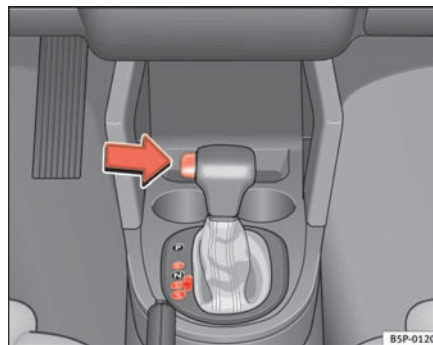

Abb. 138 Fahren
- Drücken Sie den Taster am Wählhebel (links am Wählhebel) ⇒ Abb. 138.